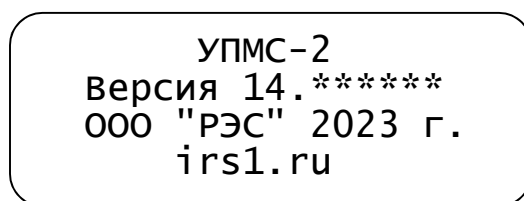

Рисунок 5 – Заставка при включении
2.3.6 При включении УПМС-2 на табло блока таймеров должна высветиться заставка (рисунок 5).